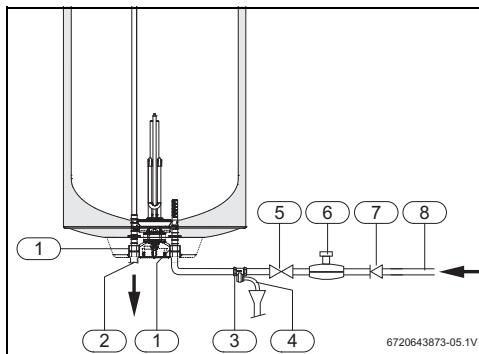

Рис. 11 Подключение воды
Для предотвращения неисправностей, вызванных неожиданными колебаниями давления в водопроводной сети, рекомендуется установить перед баком обратный клапан (рис. 11, [7]).
- ▶ Установите предохранительный клапан на подводке холодной воды к баку (рис. 11).
Если давление воды превышает 80 % от максимально допустимого давления бойлера (6,4 бар), то установите редукционный клапан (рис. 11).